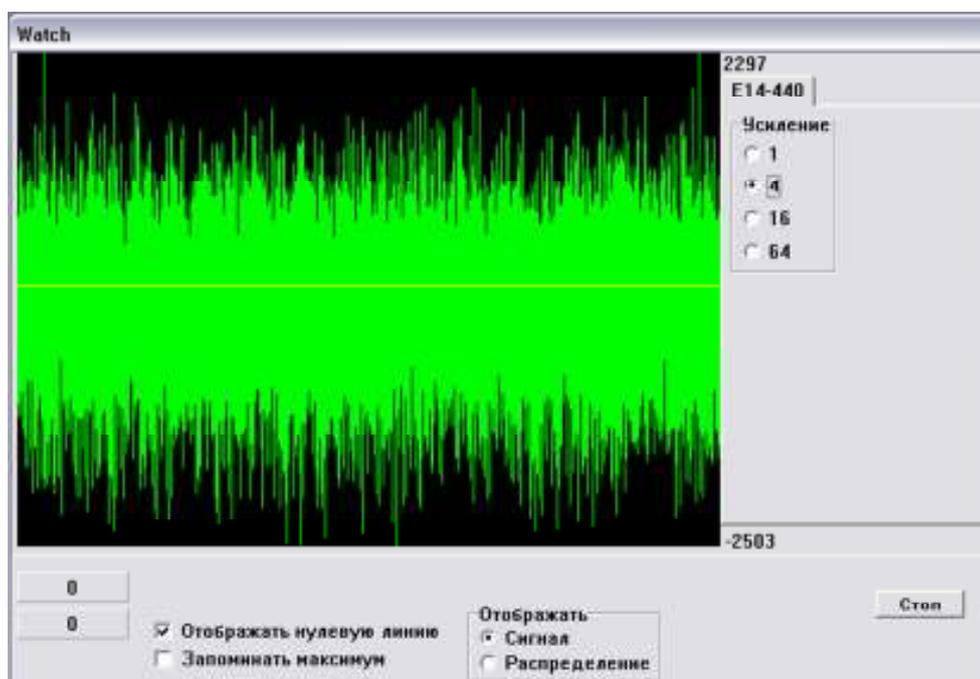

Рис. 20 Вид сигнала спектрометра в окне «Watch» в режиме «Монитор»
«**Монитор**» – Служит для настроек сигнала перед регистрацией спектра. Открывает окно «**Watch**» позволяющее проконтролировать и настроить сигнал с прибора для оптимальной регистрации спектра. (Рис. 20).
8.4.1 Нажать кнопку «Монитор», установить переключатель «Сигнал/Распределение» в положение «Сигнал» (Рис. 20)